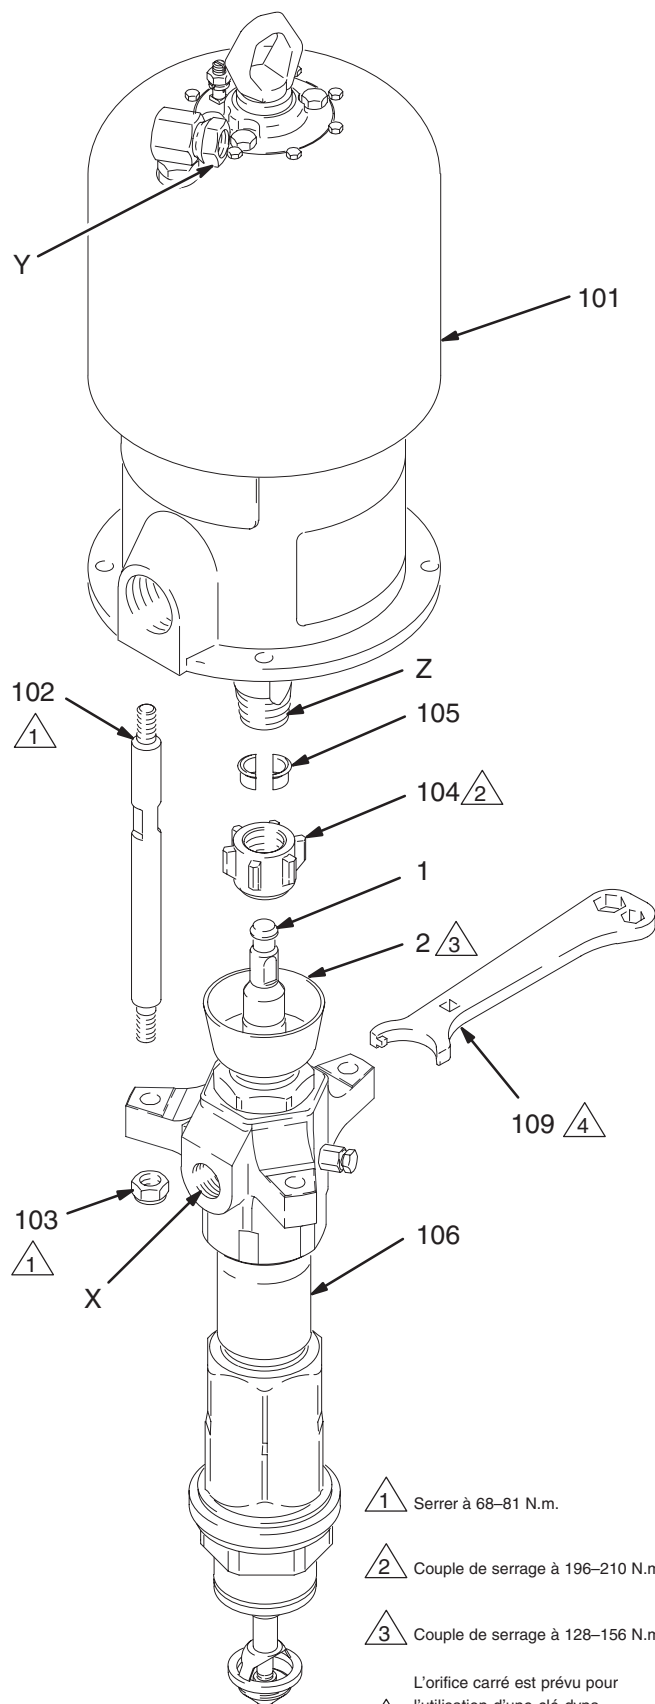

Fig. 6
4. Désaccoupler le bas de pompe (106) du moteur (101) comme suit. Voir la Fig. 6. Bien noter la position relative de la sortie produit de la pompe (X) par rapport à l'entrée d'air du moteur (Y). Si le moteur ne nécessite pas d'entretien, le laisser fixé sur son support.
5. À l'aide d'une clé à molette (ou d'un marteau et d'une tige), dévisser l'écrou d'accouplement (104) de la tige du moteur (Z). Déposer les demi-bagues (105) en veillant à ne pas les perdre ni les faire tomber. Voir la Fig. 6.
6. Maintenir les méplats des tirants d'assemblage à l'aide d'une clé pour les empêcher de tourner. Dévisser les écrous (103) des tirants d'assemblage (102). Désaccoupler avec précaution le bas de pompe (106) du moteur (101).
1. S'assurer que le manchon d'accouplement (104) et les bagues d'accouplement (105) sont en place sur la tige de piston (1). Voir Fig. 6.
2. Demander l'assistance d'au moins deux personnes pour soutenir le bas de pompe pendant qu'une autre le refixe sur le moteur (voir la rubrique **ATTENTION** à la page 18). Orienter la sortie produit de la pompe (X) vers l'arrivée d'air ou de fluide hydraulique (Y) comme indiqué au point 4 de la rubrique **Dépose du bas de pompe**. Positionner le bas de pompe (106) sur les tirants (102).
3. Serrer les écrous (103) sur les tiges (102) à un couple de serrage de 68 à 81 N.m.
4. Visser l'écrou d'accouplement sur la tige du moteur sans le serrer. Maintenir les méplats de la tige du moteur (Z) à l'aide d'une clé pour l'empêcher de tourner. Utiliser une clé à molette pour serrer l'écrou d'accouplement. Serrer au couple de 196–210 N.m.
5. Serrer l'écrou de presse-étoupe (2) au couple 128–156 N.m.
6. Rebrancher tous les flexibles. Rebrancher le câble de mise à la terre si celui-ci a été débranché. Remplir la coupelle de presse-étoupe (2) au tiers de lubrifiant Graco TSL ou de solvant compatible.